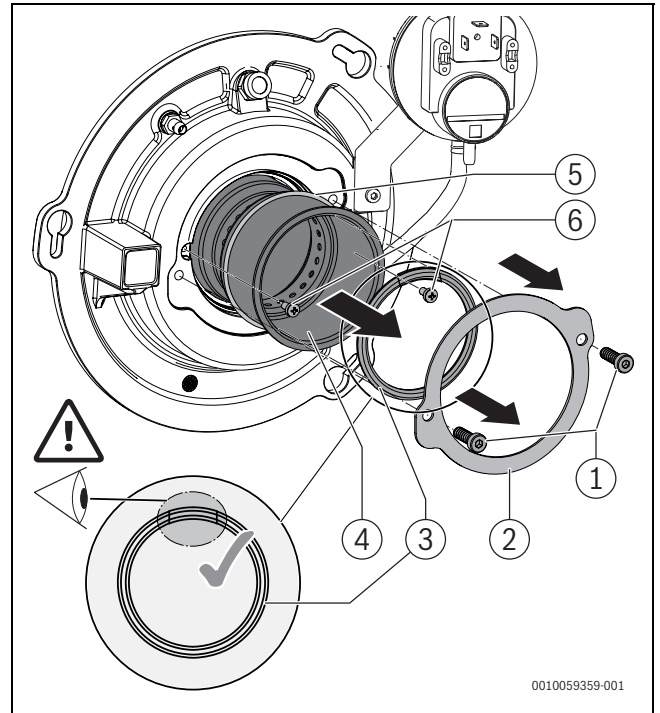

Bild 76 Brennerrohr austauschen
- Dichtung D81 verwenden. Darauf achten, dass die Nahtstelle der Dichtung in 12-Uhr-Position eingebaut wird (→ Bild 76, Seite 43).
Um das Brennerrohr auszutauschen (→ Bild 76):